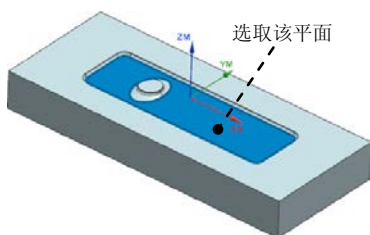

图 7.9 指定切削区域
Step2. 选取图 7.9 所示的面为切削区域(共 1 个面), 在“切削区域”对话框中单击 **确定** 按钮, 完成切削区域的创建, 同时系统返回到“面铣削区域”对话框。